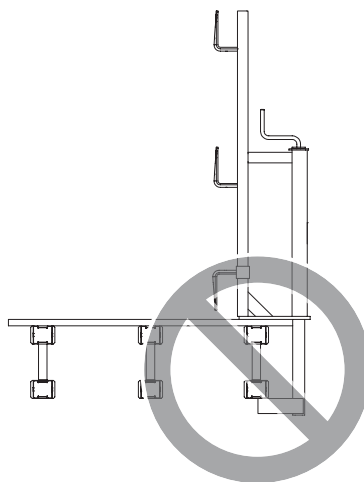

Fig. A4.01
- È vietato montare il supporto parapetto a morsa-2 trasversalmente rispetto alla trave di cassaforma o alla trave in legno. (Fig. A4.01)